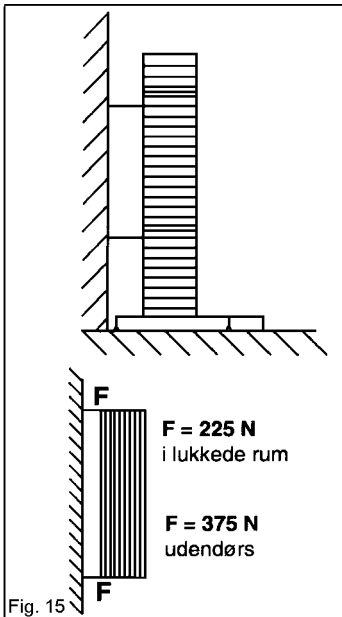

Fig. 15 Tvärgående belastning F
**OBS!** När man väljer den typ av skruv som ska användas, ska man vara uppmärksam på de maximalt tillåtna tvärgående belastningar  $F$  (se fig. 15) som får påverka ställningen monterad med trepunkts stödben.